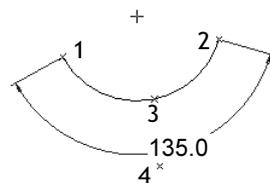

图 2.8.8 圆弧角度
Step 2 分别选择弧的端点 1、端点 2 及弧上一点 3；中键单击位置 4 放置尺寸，如图 2.8.8 所示。